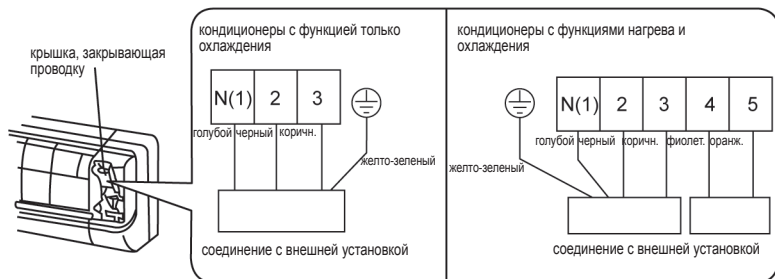

Рис. 6
2. Снимите крышку, под которой находится проводка (рис.6).